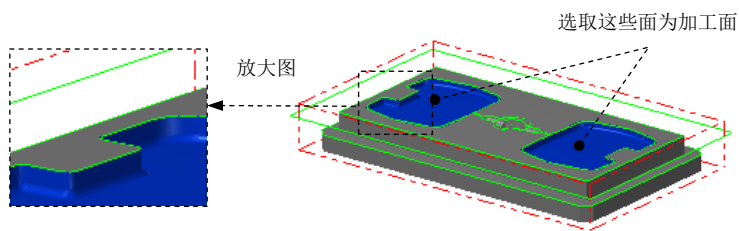

图 20.34 选取加工面
(1) 在图形区中选取图 20.34 所示的 66 个曲面，然后按 Enter 键，系统弹出“刀具路